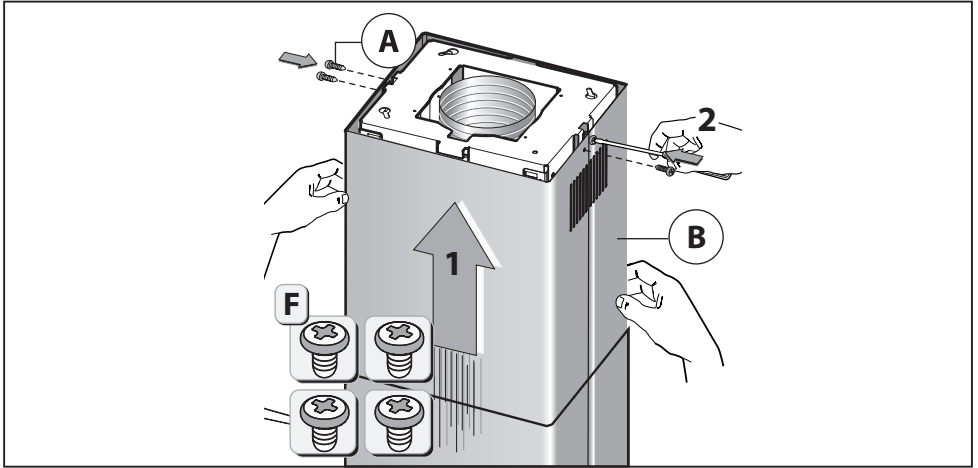

Fig.9
-Ta det övre rökröret och fäst på strukturen med de 2 skruvarna **A** (Fig.9). Sammanför det nedre rökröret med det övre och fäst noggrant med tejp **L** (Fig.10A).